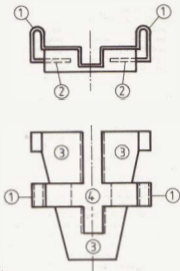

Bild 229
- 10 Federn, sie verhindern das Klappen der Bremsklötze und bilden die Gleitfläche zwischen dem feststehenden Teil des Bremssattels (13) und dem beweglichen Teil des Bremssattels (14)
- 11 Die «Nasen» der Bremsklötze werden an der Kontur der Federn 10 geführt und von der Federzunge 2 in Bild 229 beaufschlagt